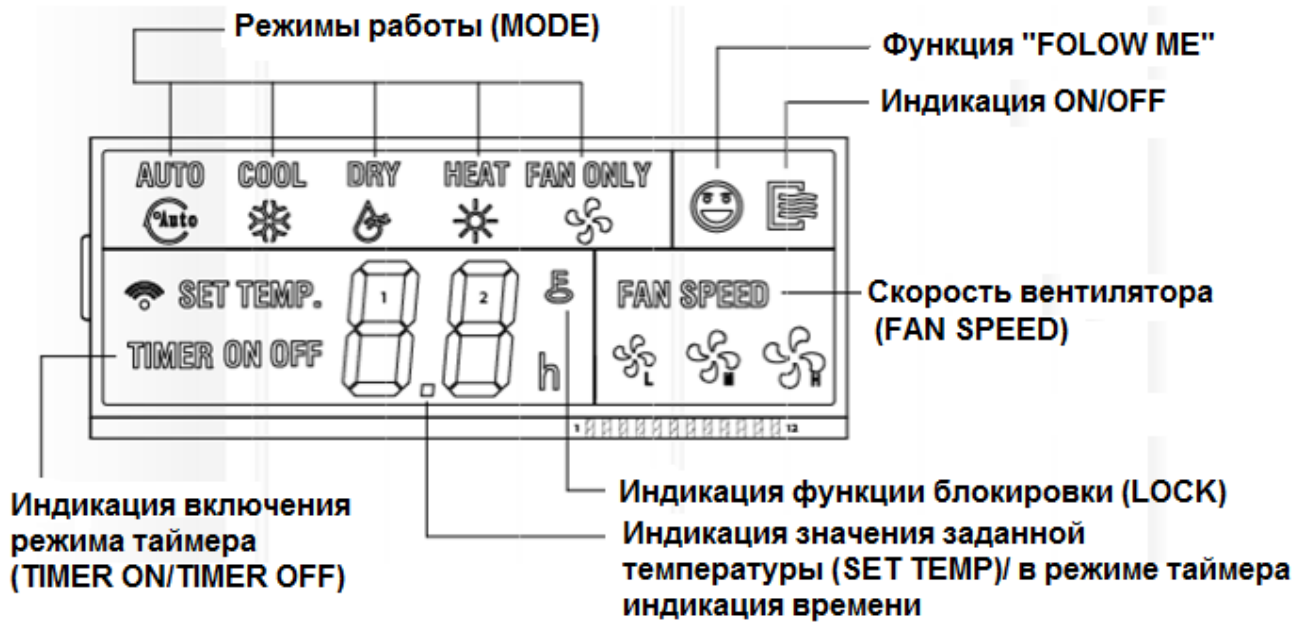

Рис.2-4
- Индикация пульта модели KJR-12B (см.рис.2-4 и таблицу 2-1)